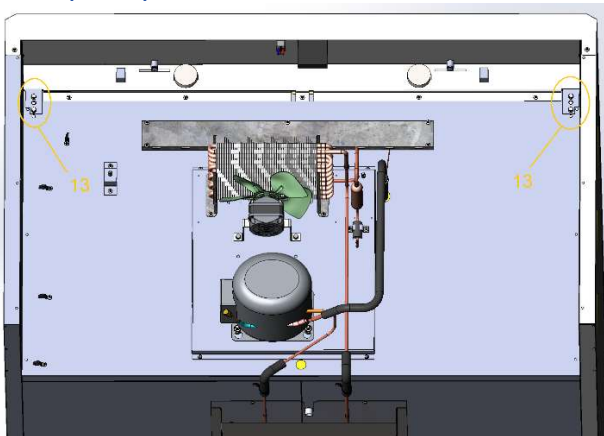
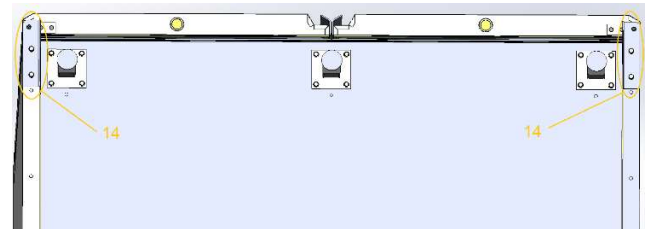

Рис. 13
Рис. 14
12. При необходимости отрегулировать верхние (13) - рис. 13, и нижние (14) - рис. 14 петли дверей при помощи ключа на 10 мм.